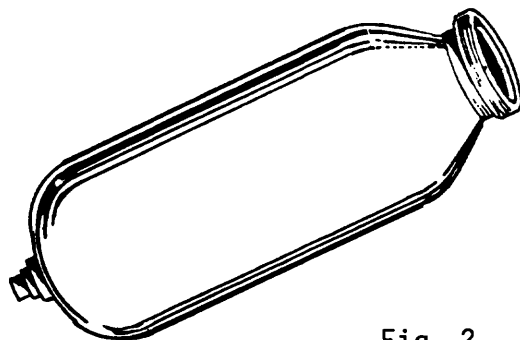

Fig. 2
- c Lave el interior de la botella (ampolla) con agua helada adicionando algunas gotas de alcohol (fig. 2).